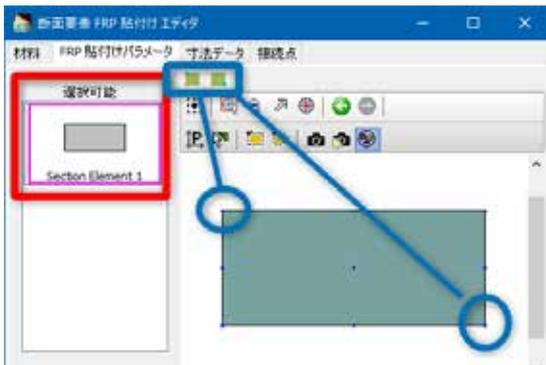

図2 部分的なFRP貼付けの操作ボタン
2. 「FRP貼付けパラメータ」タブで赤枠部分をクリックします。その後、開始ボタンを押してある頂点をクリックします。次に終了ボタンを押して別の頂点をクリックします (図2)。全周に設定する場合は図4で簡単に設定できます。